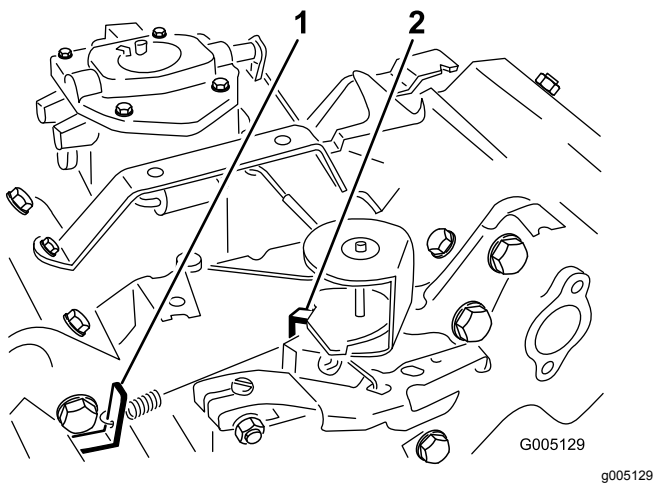

Bild 48
3. Biegen Sie den Anker-Federmitnehmer (Bild 48), um eine Leerlaufgeschwindigkeit von 1.650 ± 100 U/min zu erzielen. Prüfen Sie die Motordrehzahl mit einem Drehzahlmesser.
5. Stellen Sie den Gasbedienungshebel auf „Schnell“. Biegen Sie den Federankermitnehmer in der Vollgaseinstellung (Bild 48), bis Sie eine Vollgasdrehzahl von 2.800 ± 50 U/min realisieren.